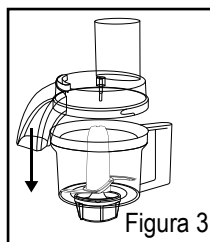

Figura 3
5. Coloque a tampa no recipiente pressionando-a para baixo e certificando-se de que as linguetas do recipiente se alinhem com as aberturas na tampa. Gire a tampa no sentido anti-horário até que faça um clique, travando em seu lugar e não gire mais (Figura 3).